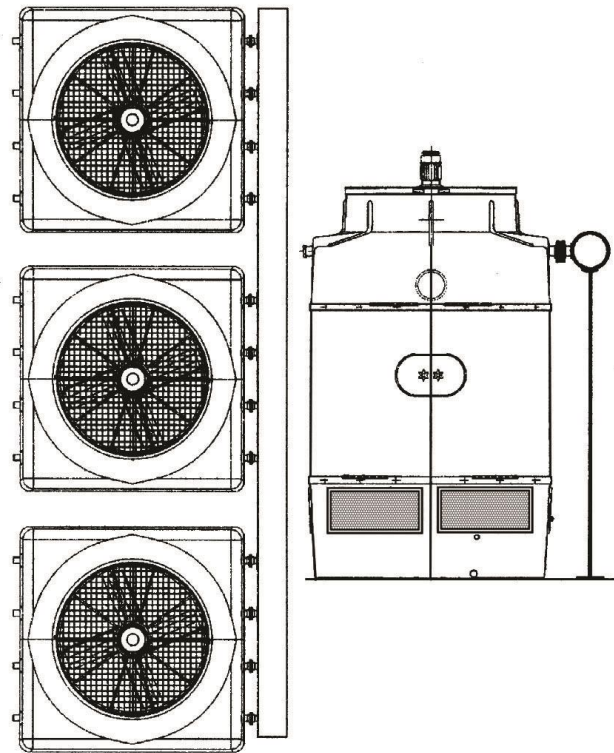

Fig. 23
- h) Si on dispose d'un seul collecteur d'eau pour plusieurs tours, il faut installer des supports pour que le poids de ce collecteur ne soit pas supporté par les tuyauteries de la tour, qui pourraient se casser (fig. 23).